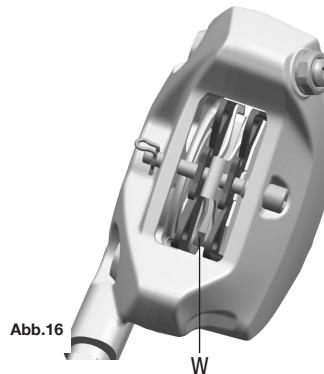

Abb.16
- Übermäßig Verschleiß der Bremsbeläge (da die Verschleißanzeige auf einem oder mehreren Bremsbelägen nicht mehr sichtbar ist) (W - Abb.16)